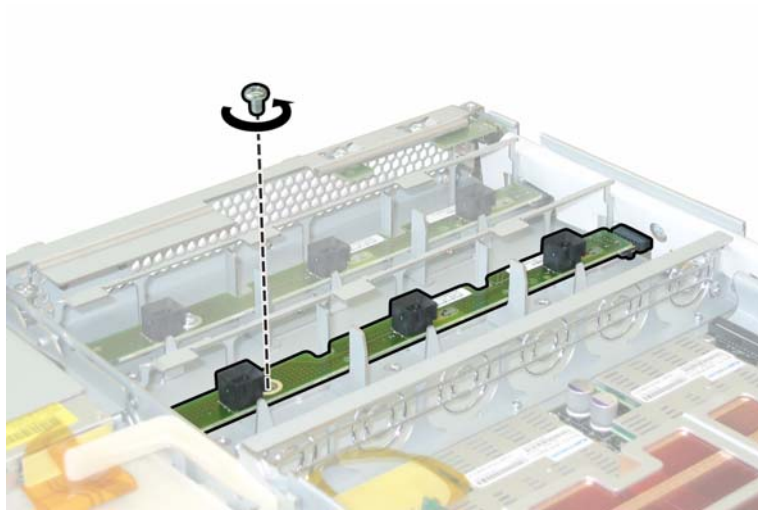

ABBILDUNG 3-23 Lösen der Halteschraube der Lüfteranschlussplatine
- a. Lösen Sie die einzelne Schraube, mit der die Lüfteranschlussplatine am Gehäuse befestigt ist. Siehe ABBILDUNG 3-23.**